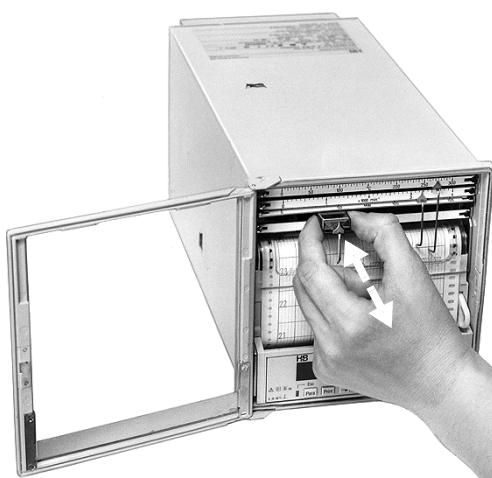

Bild 11 Faserschreibeinsatz einsetzen, entnehmen
3. Faserschreibeinsatz in den Schrebschlitten einsetzen (siehe Bild 11).
1. Faserschreibeinsatz aus dem Schreibschlitten herausziehen (siehe Bild 11).